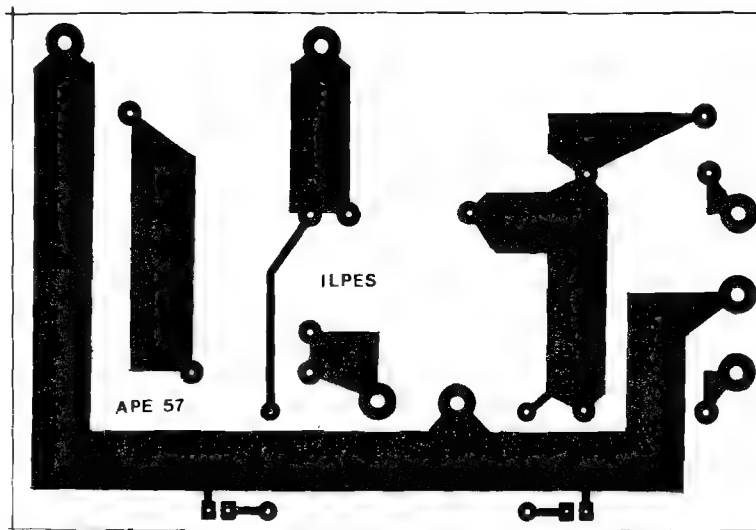

Fig.2
- FIG. 2 - LAY OUT DO CIRCUITO IMPRESSO ESPECÍFICO - Vista em tamanho natural (escala 1:1), a placa de Impresso específica mostra claramente o padrão cobreado que deve ser reproduzido pelo Leitor num fenolite virgem de convenientes dimensões... Observar a presença, inevitável, de trilhas ou pistas consideravelmente largas, necessárias à passagem de Correntes substanciais manejadas pelo circuito na maioria dos seus "caminhos"... Embora não muito pequena, a placa é absolutamente "descomplicada" em termos de desenho, o que deverá facilitar muito a sua confecção, mesmo por Leitores ainda meio "verdes" no assunto... Em qualquer caso, contudo (novatos ou veteranos...), é obrigatória a "velha" conferência e